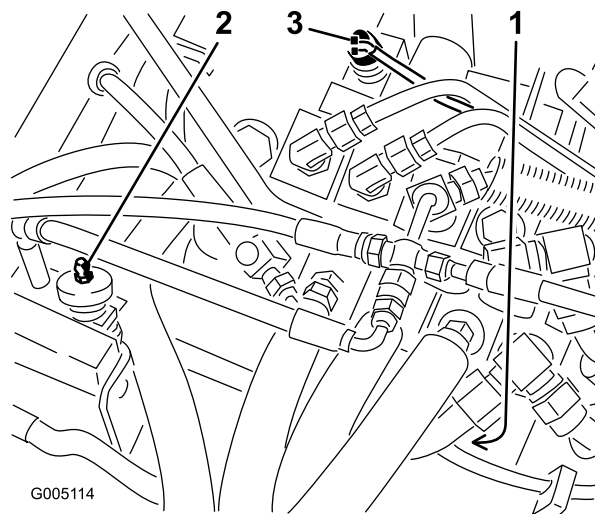

Bild 39
2. Entfernen Sie den Überzug vom Tastenende des Sitzschalters (Bild 39) und bewahren diesen für das Anbringen am neuen Schalter sicher auf. Ziehen Sie die Schalteranschlüsse.
Ventilverteilerhaube im Wahlventilbereich befindet (Bild 39).
2. Ziehen Sie die Schalteranschlüsse vom Mäh-/Hubschalter, der sich in der Ventilverteilerhaube befindet (Bild 39).